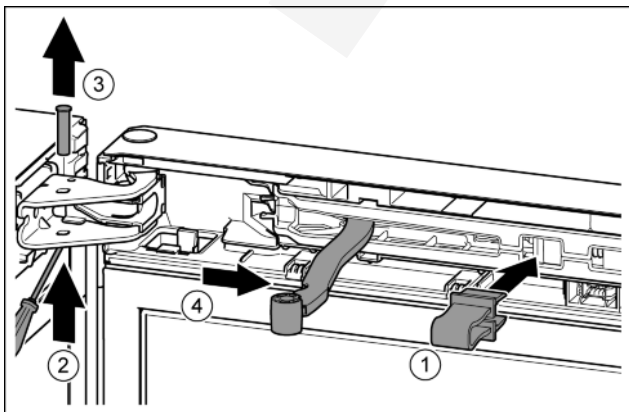

Fig. 7
► A biztosítékot pattintsa be a nyílásba. Fig. 7 (1)
► A csavarhúzóval tolja ki a csapszeget. Fig. 7 (2)
► Felfelé vegye ki a csapszeget. Fig. 7 (3)
► Forgassa az ajtó irányába a csuklót. Fig. 7 (4)